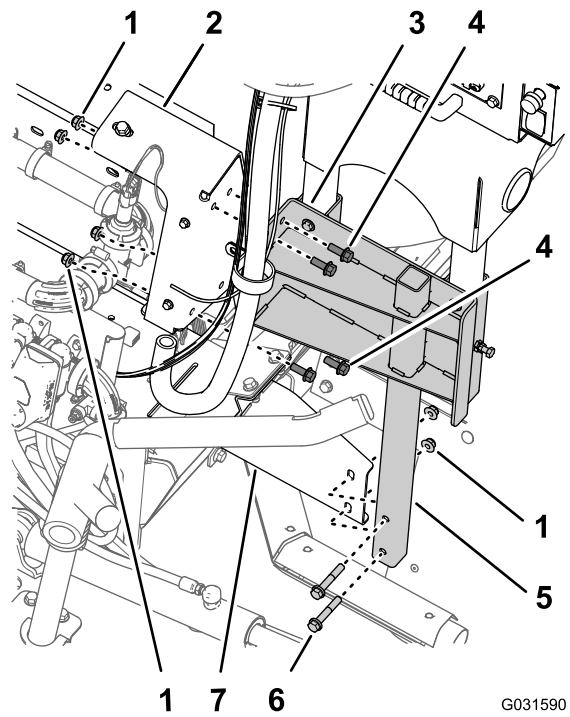

**Figura 181**
1. Alinhe o orifício na placa de montagem para a caixa de controlo com os orifícios ou ranhuras na montagem do coletor para as válvulas do pulverizador (Figura 181).
- Monte a caixa de controlo na montagem do coletor (Figura 181) com os três parafusos de cabeça flangeada (1/8 x 5/4 pol.) e as três porcas flangeadas serradas (1/4 pol.) que retirou no passo 1 de Retirar a caixa de controlo da montagem do coletor (página 15).